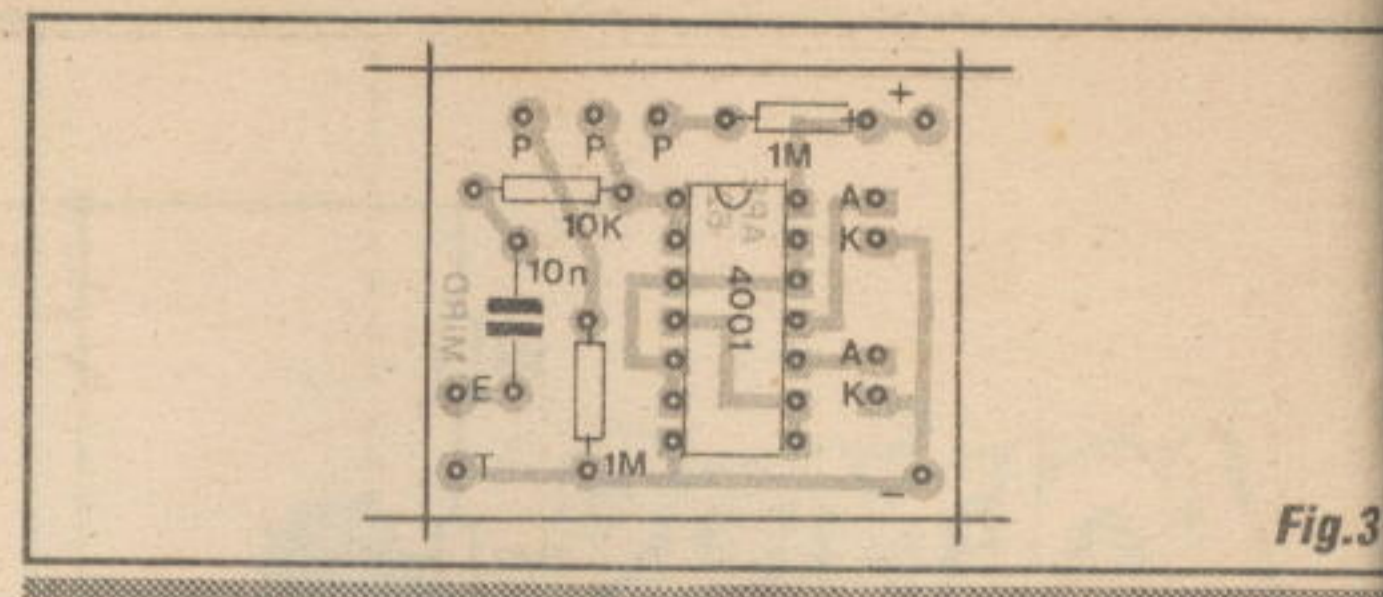

Fig.3
**- FIG. 3 - LAY OUT DO CIRCUITO IMPRESSO ESPECÍFICO** - A placa é uma *caquinha*, do tamanho de uma caixa de fósforos, e com padrão cobreado (a figura mostra-o, em negro, tamanho natural...) simples e *descongestionado*... Bastará